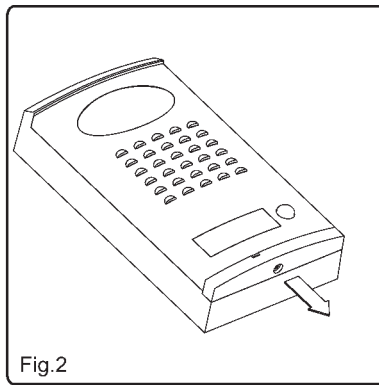

Fig.2
- Rimuovere la placca frontale facendole prima compiere un leggero movimento indietro (3-4mm) e quindi sollevandola nella parte inferiore come mostrato rispettivamente nelle figure 2 e 3.
- Gently slide the front plate down (3-4mm) and then raise it at the bottom as shown on figures 2 and 3.
- Slide the plate upwards in the opposite direction to figure 2.